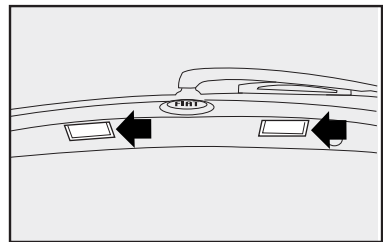

fig. 60
1) Atuar nos locais indicados pelas setas **fig. 60** com uma chave de fenda e retirar a lente transparente.